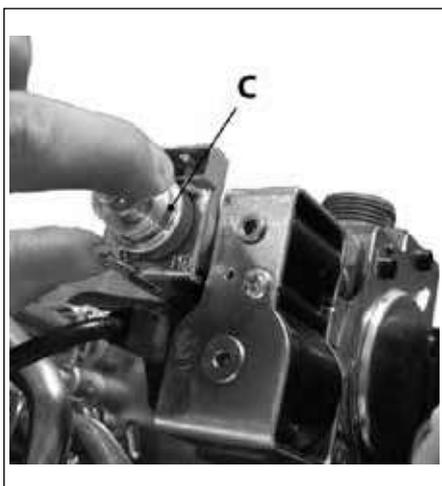

Fig. 29 Bobina modulazione valvola gas
- Rimuovere il coperchio in plastica **C** (vedi Fig. 29 Bobina modulazione valvola gas) posto alla sommità della bobina del modulatore, che protegge le viti di regolazione del regolatore di pressione.